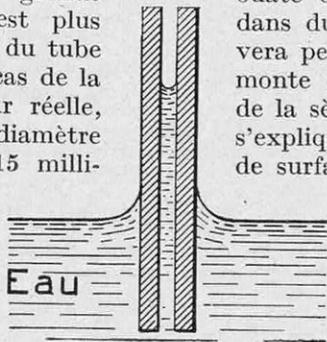

FIG. 16.
Lorsqu'on plonge un tube capillaire verticalement dans de l'eau (fig. 16), on constate une ascension du liquide (2) et cette ascension est d'autant plus grande que la tension superficielle est plus grande (3) et que le diamètre du tube est plus faible. Ainsi, dans le cas de la figure 16, dessinée en grandeur réelle, un tube de 2 millimètres de diamètre provoque une ascension de 15 millimètres. Un tube de diamètre cinq fois plus petit donnerait une ascension cinq fois plus grande ; et, si on remplaçait l'eau par de l'alcool pur, dont la tension superficielle est trois fois plus petite, les ascensions seraient, respectivement, trois fois plus faibles ; la notion de tension superficielle permet ainsi de relier deux phénomènes qui, à première vue, sembleraient différents : la formation des gouttes et l'ascension dans les tubes.
On comprend aussi qu'il y aura, à l'extérieur du tube (comme le montre la figure 16) et plus généralement au voisinage des parois